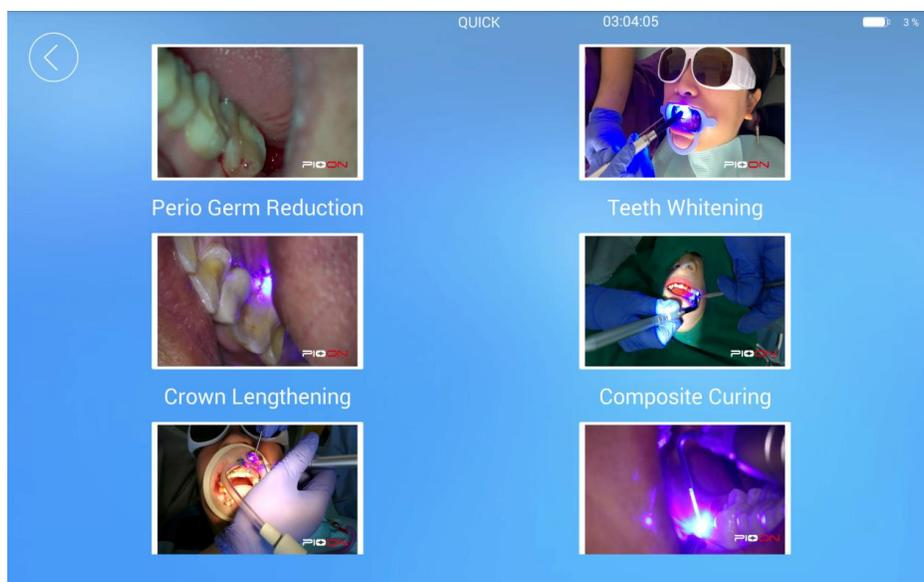

Figura 27 – Página lista de videos
6. Ingrese a la interfaz de la lista de videos (Figura 27) desde la página de inicio (Figura 18).